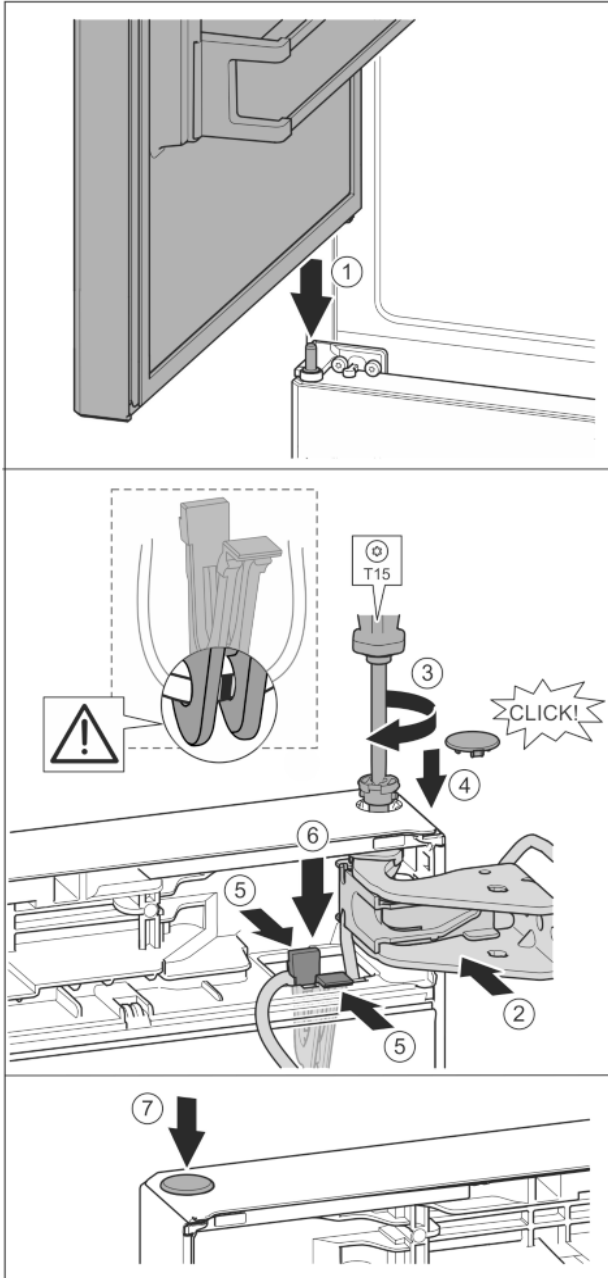

Fig. 41
- ▶ Obere Tür auf mittleren Lagerbolzen setzen *Fig. 41 (1)*
- ▶ Tür oben zur Öffnung im Lagerbock ausrichten. *Fig. 41 (2)*
- ▶ Bolzen einsetzen und mit Schraubendreher T15 festschrauben. *Fig. 41 (3)*
- ▶ Sicherungsabdeckung zur Sicherung der Tür montieren: Sicherungsabdeckung einsetzen und kontrollieren ob sie auf der Tür aufliegt. Ansonsten Bolzen vollständig einsetzen. *Fig. 41 (4)*
- ▶ Halter mit daran befestigtem Kabel in Öffnung einsetzen. *Fig. 41 (5)*
- ▶ Halter nach unten drücken bis die Lasche einrastet. *Fig. 41 (6)*
- ▶ Stopfen einsetzen. *Fig. 41 (7)*